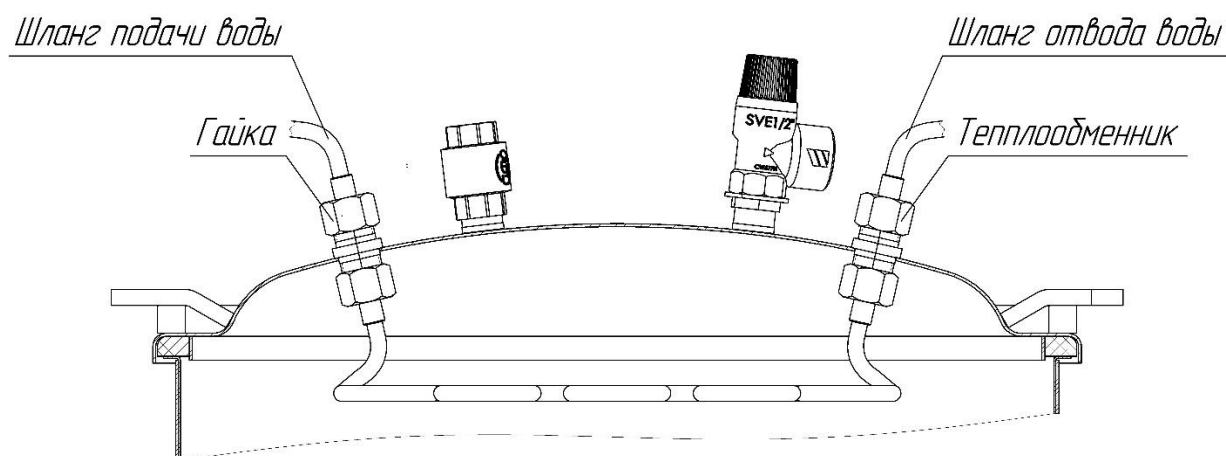

Рис. 5. Схема установки теплообменника.
1.1.3.2 Установка теплообменника (приобретается по отдельному заказу) рис.5